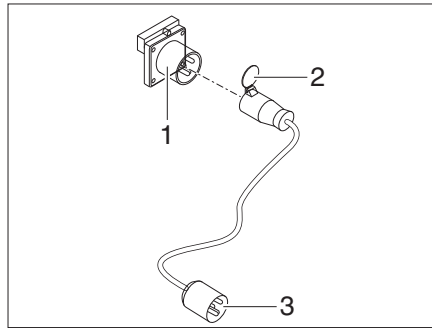

Bild 172 Anschlussmöglichkeiten 400-V-Anschluss
- Verschluss (Bild 172,2) des CEE 32 A Anschlusskabel aufklappen.
- Stecker in die 400-V-Steckdose (Bild 172,1) des Caravans einstecken.
- Stecker (Bild 172,3) in die Steckdose der 400-V-Stromversorgungseinrichtung am Stellplatz einstecken.